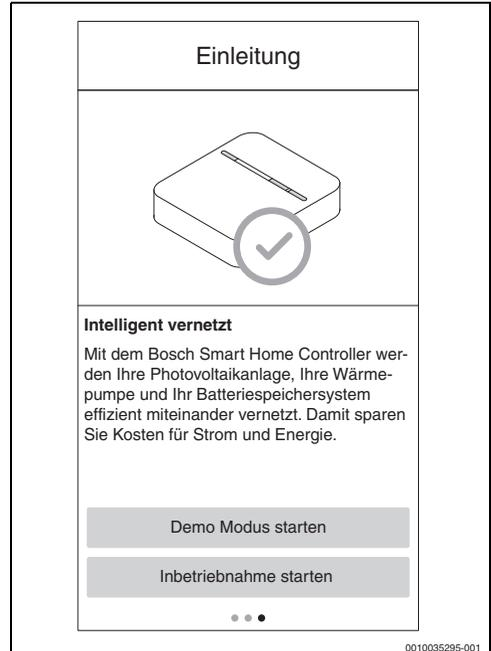

Bild 9 *Inbetriebnahme starten auswählen*
7. Auf dem dritten Intro-Bildschirm **Inbetriebnahme starten** auswählen (→ Bild 9).
- Auf dem dritten Intro-Bildschirm **Demo Modus starten** auswählen (→ Bild 9).